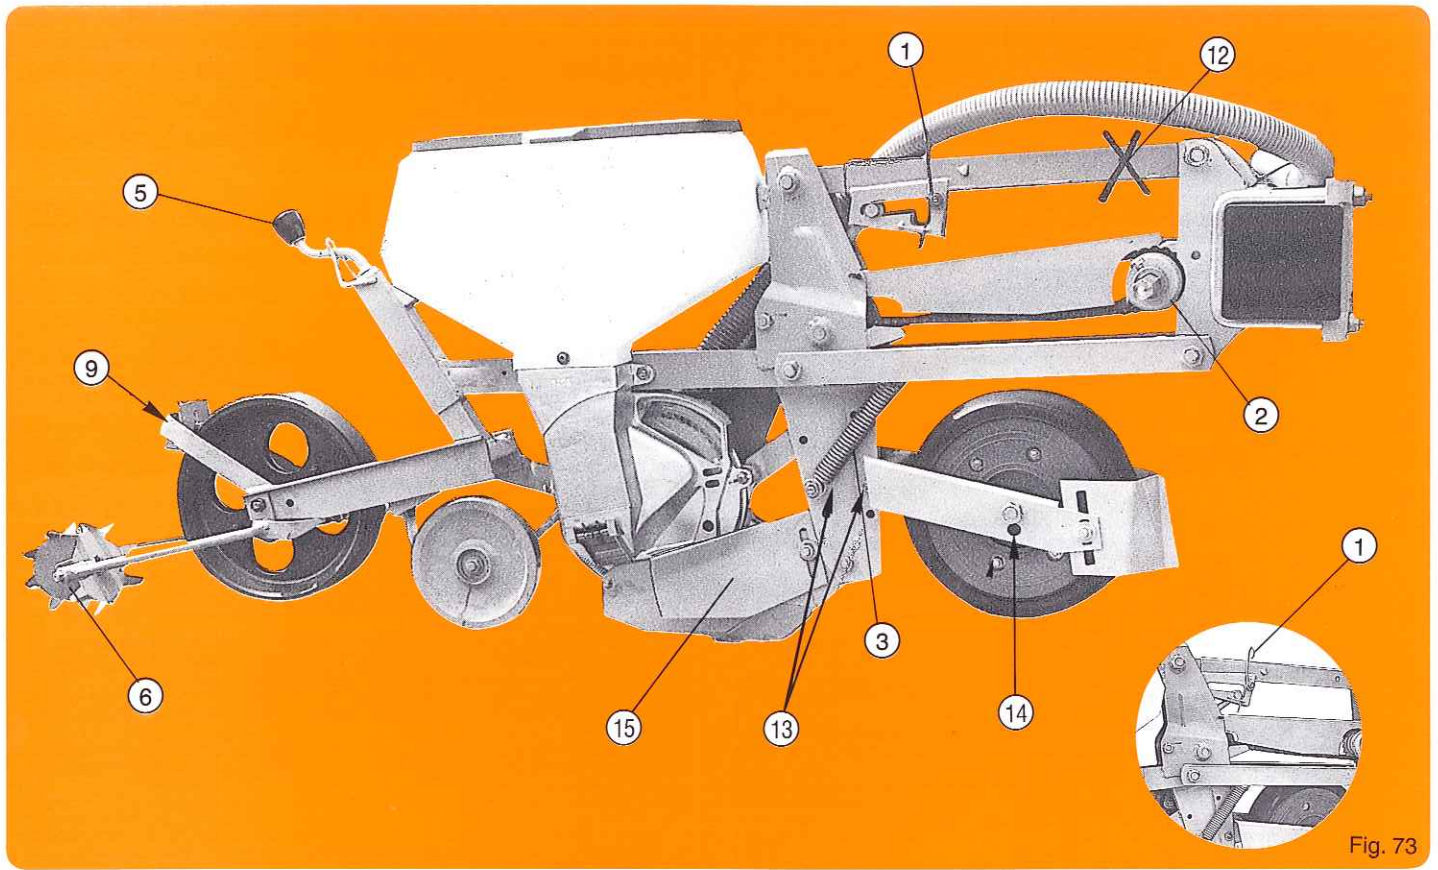

Fig. 73
### Version de base (fig. 73) :
ATTENTION : avec roue avant ou double disque + roues accolées, le bras supérieur de parallélogramme doit être flottant : le trou (12) (fig. 73) doit donc être libre et sans bouchon de blocage. Au travail, le 3e point du tracteur sera à régler pour permettre un débettement convenable du bras et de l'élément (trou au centre de la lumière).
- 1 Taquet d'accrochage en position relevée (fig. 73) : en cours de travail laisser le ressort dans son cran pour éviter les accrochages involontaires du taquet.
- 2 Système de sécurité (fig. 73) : il provoque un crabotage sonore en cas de blocage de la distribution. Un arrêt est alors obligatoire (voir page 33).
- 5 Réglage du terrage (fig. 73) : une jauge graduée facilite l'uniformité du réglage.
- 6 Réglage de l'orientation des roto-herses (fig. 73) : à partir de son axe-boulon sur chacune des étoiles. (Option)
- 9 Réglages des décroisseurs de roues (fig. 73) : les décroisseurs doivent être réglés au plus près, sans serrage ni jeu afin d'effectuer un nettoyage convenable sans usure prématurée.
- 10 (14) Réglage de la hauteur de la roue avant : la position intermédiaire d'origine permet des terrages de 1,5 à 4 cm. Pour terrages supérieurs le bloc support doit être remonté et fixé en (13) par ses trous bas. Pour terrages inférieurs l'axe de roue doit être placé dans le trou inférieur (14).
### Basic version (fig. 73) :
ATTENTION : when using front press wheel or double disc openers with side press wheels, the upper arm of the parallelogram should be floating. Hole (12) (fig. 73) has therefore to be open and without a locking bolt. When operating, the top link of the tractor has to be adjusted to allow the arm of the metering unit to slide as needed. (The hole should be positioned in the middle of the slot.)
- 1 Locking pawl to keep unit in a raised position (fig. 73) : while planting, leave the spring in its notch to avoid involuntary lock-up of the locking pawl.
- 2 Safety system (fig. 73) : this causes the clutch to sound in case of a blockage in the metering system. When this clutching sound is heard, stop the machine immediately (see page 33).
- 5 Adjustment of the depth (fig. 73) : a gradual scale makes it easier to set the units at a uniform depth.
- 6 Adjustment of the position of crumblers (fig. 73) : this can be adjusted by the bolt of each spur optional equipment.
- 9 Adjustment of wheel scrapers (fig. 73) : scrapers have to be adjusted in such a way that they are neither too close nor too far from the wheel, so that proper cleaning can be done without causing early wear.
- 10 (14) Adjustment of the height of front press wheel : the original intermediate position enables planting from 1.5 to 4 cm. For deeper planting, the support bracket should be raised and mounted in the lower holes (13). For shallow planting the wheel spindle should be placed in the bottom hole (14).
### Versión de base (fig. 73) :
ATENCIÓN : con rueda delantera o doble disco + ruedas gemelas, el brazo superior del paralelogramo ha de ser flotante : el agujero (12) (fig. 73) ha de quedar por consiguiente libre y sin tornillo de bloqueo. Durante el trabajo, se debe ajustar el tercer punto del tractor de tal forma que permita una oscilación del brazo del elemento (agujero en el centro del brazo).
- 1 Leva de enganche en posición levantada (fig. 73) : durante el trabajo, dejar el muelle en su fijación para evitar enganchones involuntarios de la leva.
- 2 Sistema de seguridad (fig. 73) : provoca un desembrague sonoro en el caso que se bloquee la distribución. Entonces hay que parar la máquina (véase página 33).
- 5 Regulación de enterramiento (fig. 73) : una varilla de nivel graduada facilita la uniformidad de la regulación.
- 6 Ajuste de la orientación de los roto-rastrillos (fig. 73) : a partir de su eje-tornillo sobre cada una de las estrellas. (Optione)
- 9 Regulaciones de los rascadores de ruedas (fig. 73) : los quitaterrones deben colocarse lo más cerca de las ruedas, sin frotar ni dejar demasiado juego para poder efectuar una limpieza eficaz sin desgaste temprano.
- 10 (14) Regulación de altura de la rueda delantera : la posición intermedia de origen, permite profundidades de enterramiento de 1,5 a 4 centímetros. Para profundidades superiores el bloque soporte se subirá y fijará según (13) en los agujeros bajos. Para profundidades inferiores se situará, el eje de la rueda, en el agujero inferior (14).